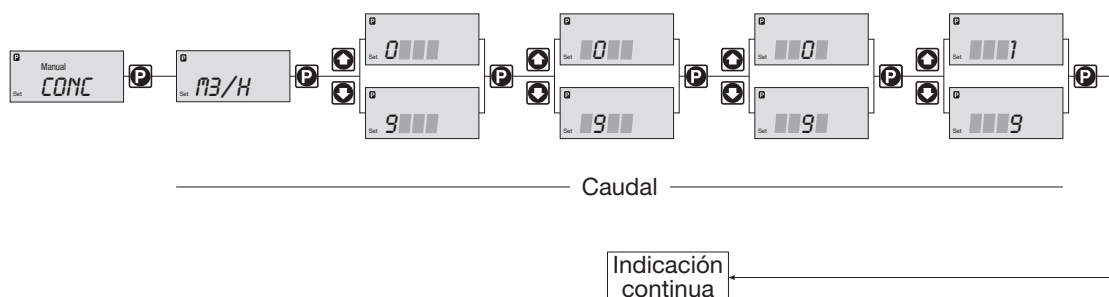

Fig. 4: Detalle del menú SET
- ▶ Elegir el menú CONC en el menú SET (Fig. 4)